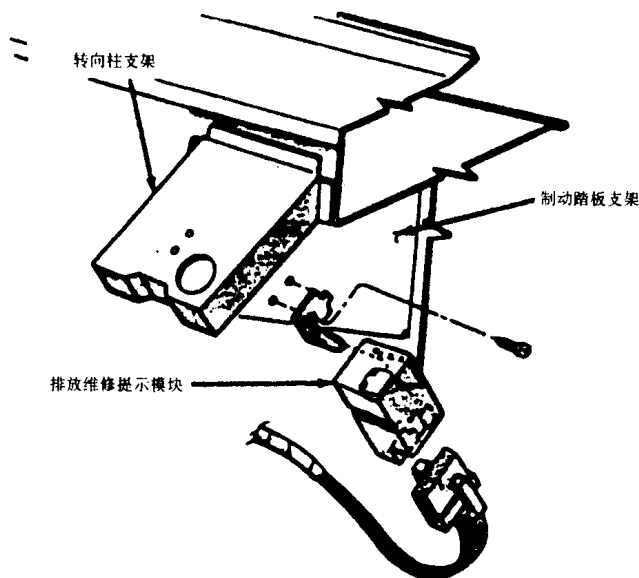
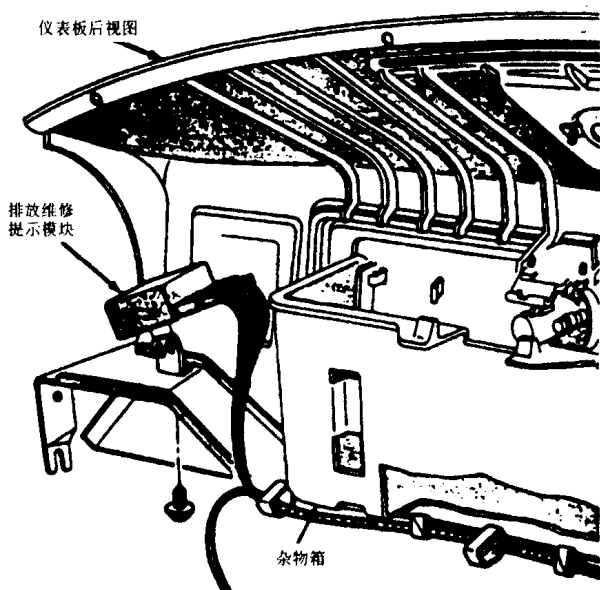
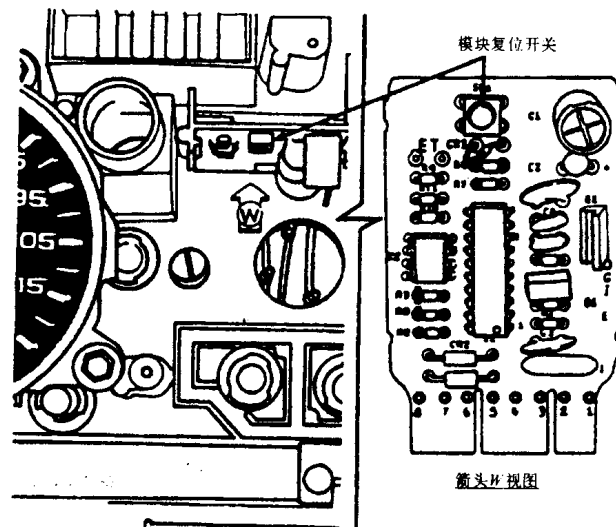

图 1-14 排放维修提示模块位置
图 1-15 排放维修提示模块位置
图 1-16 排放维修提示模块复位开关位置
(2) 1981~1987款 本提示灯利用里程计数脉冲来计算维修间隔,在前轮驱动的厢式汽车上,控制模块位于仪表板的中上部,燃油表的后方。在达科塔(Dakota)车上,该控制模块位于杂物箱的右侧。在后轮驱动箱式货车上,该控制模块位于或靠近制动踏板支架,见图1-14。对于1981~1986款的D和W系列皮卡和公羊战马及特瑞尔达斯特车型,该控制模块位于转向柱的右侧。对于1987年D和W系列皮卡和公羊战马车,该控制模块位于杂物箱的右侧,见图1-15。
(3) 1988 款 该提示系统用点火工作时间来计算维修的时间间隔。对于无转速表的前轮驱动厢式货车，系统控制模块位于仪表板的中上部，燃油表的后方，见图 1-16。对于带有转速表的前轮驱动箱式货车，控制模块位于转速表的后方。对于达科塔车型，控制模块位于仪表板的后方、大灯开关下方的支架上。对于后轮驱动箱式货车，控制模块位于或靠近制动踏板支架处，见图 1-14。对于 D 和 W 系列皮卡和公羊战马车型，控制模块位于杂物箱的右侧，见图 1-15。